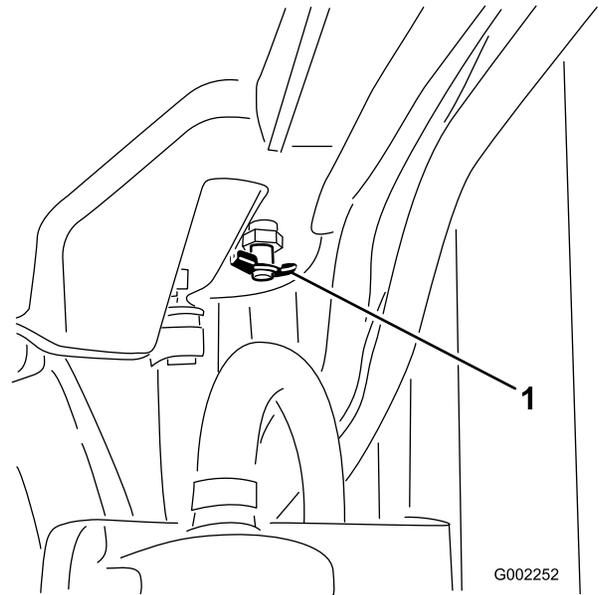

Figura 101
- Abra la válvula de vaciado y deje que el refrigerante se drene en el recipiente (Figura 101).
- Cierre la válvula de vaciado (Figura 101).